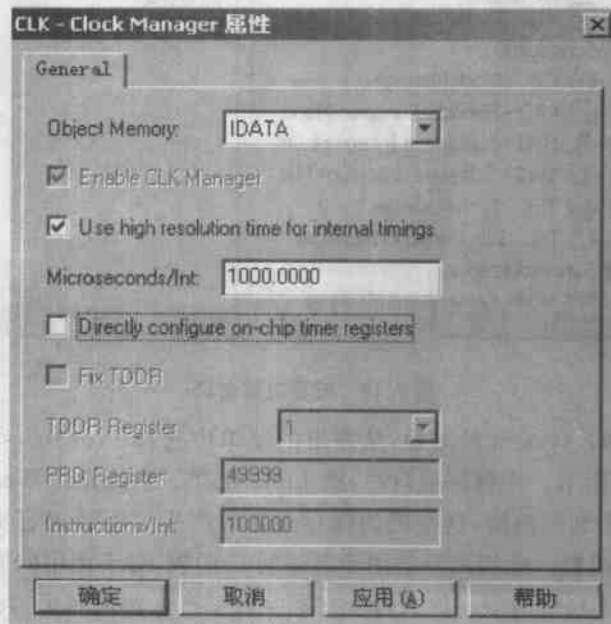

图 7.21 时钟管理器属性对话框
(5) 将 buflen 一栏内改为 data IO_CLK 并单击 OK 按钮。
(6) 双击被称为 dataIO_CLK 的 CLK 对象, 当此 CLK 对象激活时调用的函数为 -dataIO, 此函数即为 VOLUME.C 中的 dataIO 函数。
(7) 既然 dataIO 函数已不再出现在 main 函数中, 是什么导致 CLK 对象运行此函数呢? 右击 CLK_Clock Manager 对象, 然后从弹出的菜单中选择 Properties, 将可以看到时钟管理器属性对话框, 如图 7.21 所示。选中 Enable CLK Manager 时, 定时中断驱动 CLK Manager, 此栏显示灰色, 表明不允许更改。这是因为已有一个使用 CLK Manager 的 CLK 对象。如果要禁止 CLK Manager, 则需删除所有 CLK 对象。